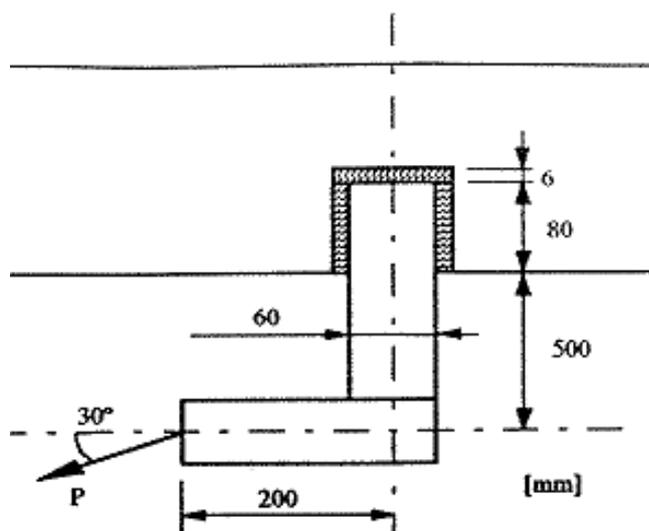

Figura 1.5
**1.2.4** O aço da estrutura da Figura 1.5 é um DIN St-60, determine o valor máximo da carga  $P$  segundo o Eurocódigo 3.